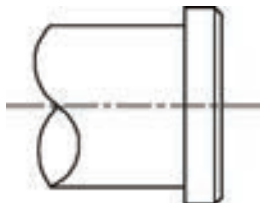

图 3-83 绘制断裂线
2) 将当前图层设置为“细实线”层，单击“绘图”工具栏中的“圆弧”按钮，绘制零件断裂部分示意线，如图 3-83 所示。